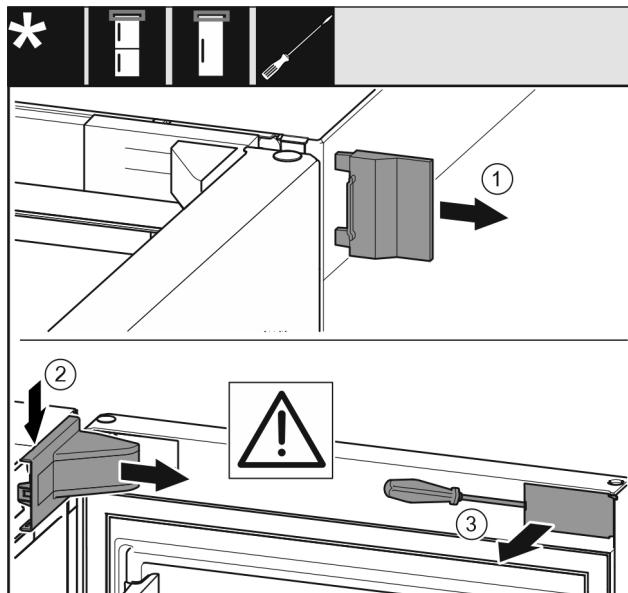

Fig. 5
- Зніміть зовнішню кришку. Fig. 5 (1)
- Звільніть і ослабте кришку опорного кронштейна. Зніміть кришку опорного кронштейна. Fig. 5 (2)
- За допомогою шліцевої викрутки звільніть від фіксатора та поверніть убік накладку. Fig. 5 (3)